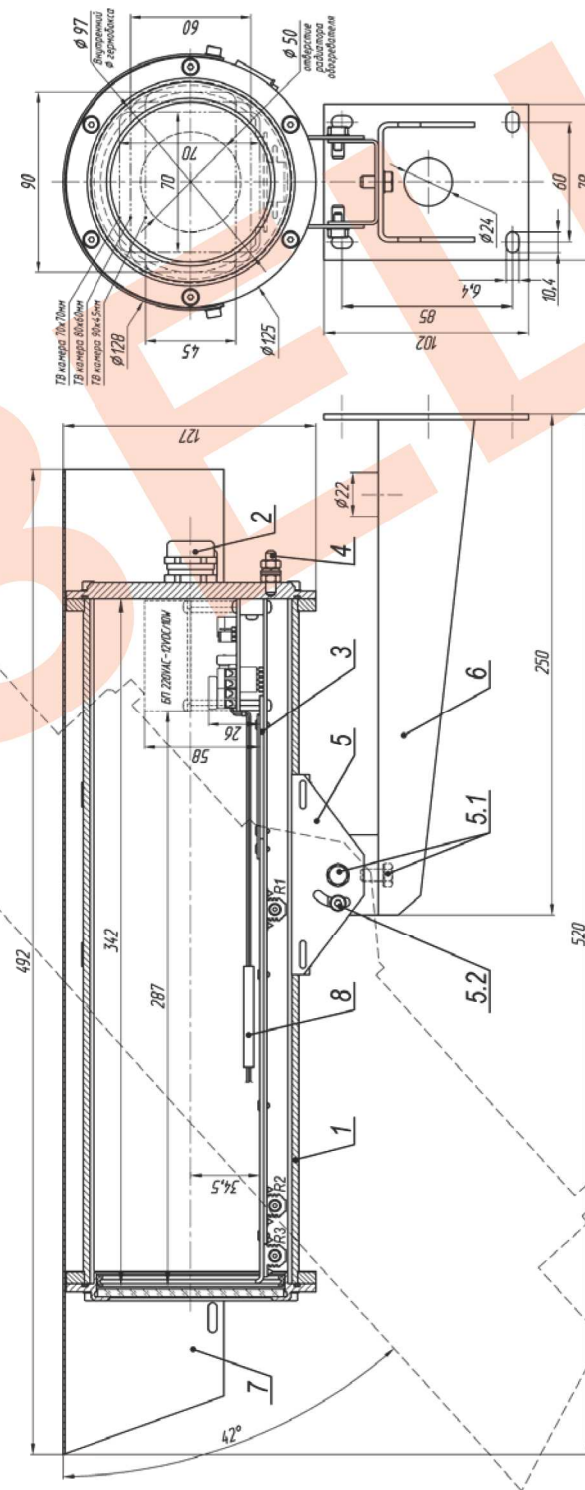

Рис.1 Состав и габаритно-установочные размеры ТГБ-9У
2. Выдвинуть модуль видеокмеры (поз.3 рис.1) из кожуха.
8. Ослабив болты и винты фиксации шарнира (поз.5.1 и 5.2 рис.1), установить гермобокс на нужное направление обзора, после чего надежно зафиксировать шарнир затянув выше перечисленные болты и винты.
9. Заземлить гермобокс с помощью болта заземления (поз.4 рис.1).
В состав изделия входят (см. рис.1):